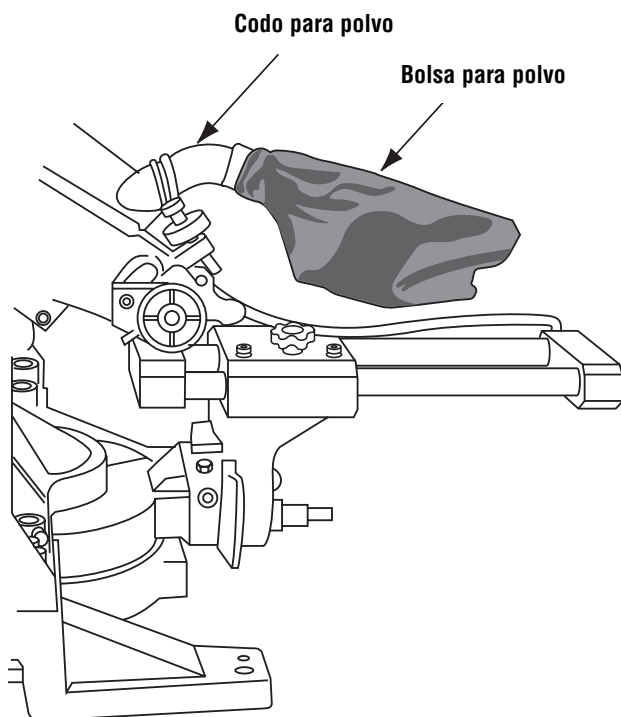

Figura 4. Bolsa y codo para polvo
1. Con el brazo de inglete fijado en la posición hacia abajo, empuje el codo para polvo encima de la boquilla para polvo sobre las lengüetas. Gire el codo hasta la posición deseada (Figura 4).